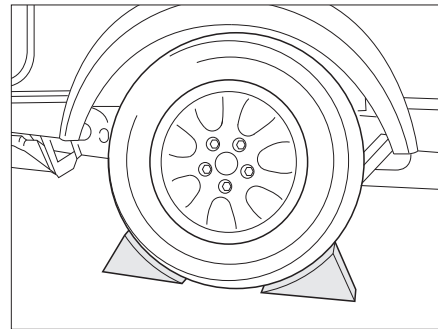

Fig. 166 Asegurar el vehículo
- Colocar zapatas de freno u objetos similares adecuados debajo de la rueda opuesta para asegurar el vehículo (Fig. 166).